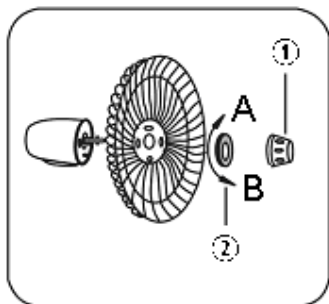

Рисунок 5
- ① Винт
3. Прикрутите защитную решётку вентилятора к моторной части с помощью пластиковой гайки (по часовой стрелке) (этапы 1, 2, 3 – см. рисунок 5).